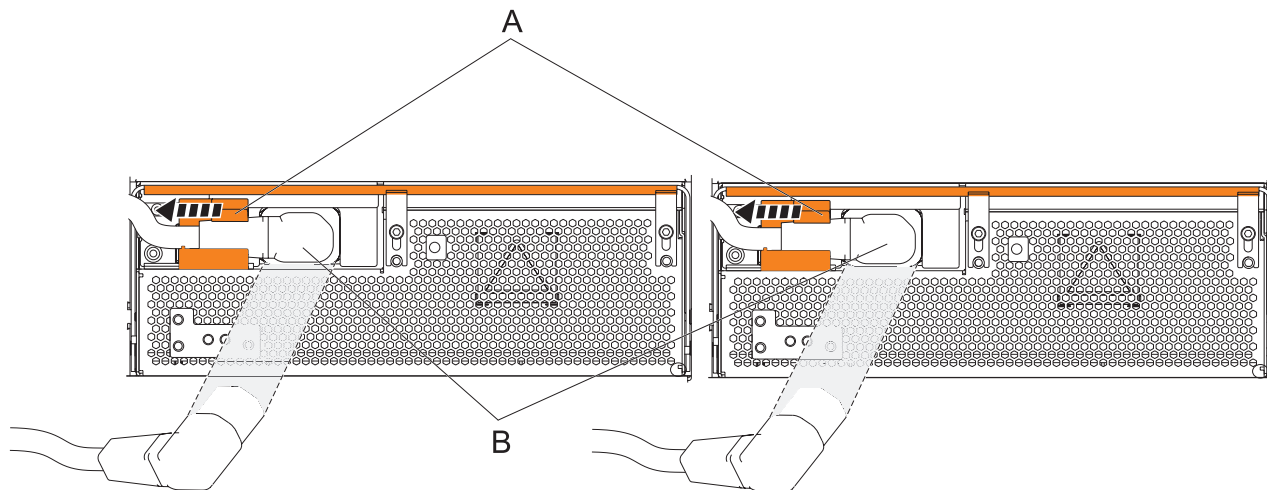

Figura 97. Desconnexió dels cables d'alimentació de l'OCA
- a. Desplaceu les peces de subjecció dels cables d'alimentació **(A)** que hi ha a la part frontal dels dos OCA cap a l'esquerra. Consulteu Figura 97 a la pàgina 141.